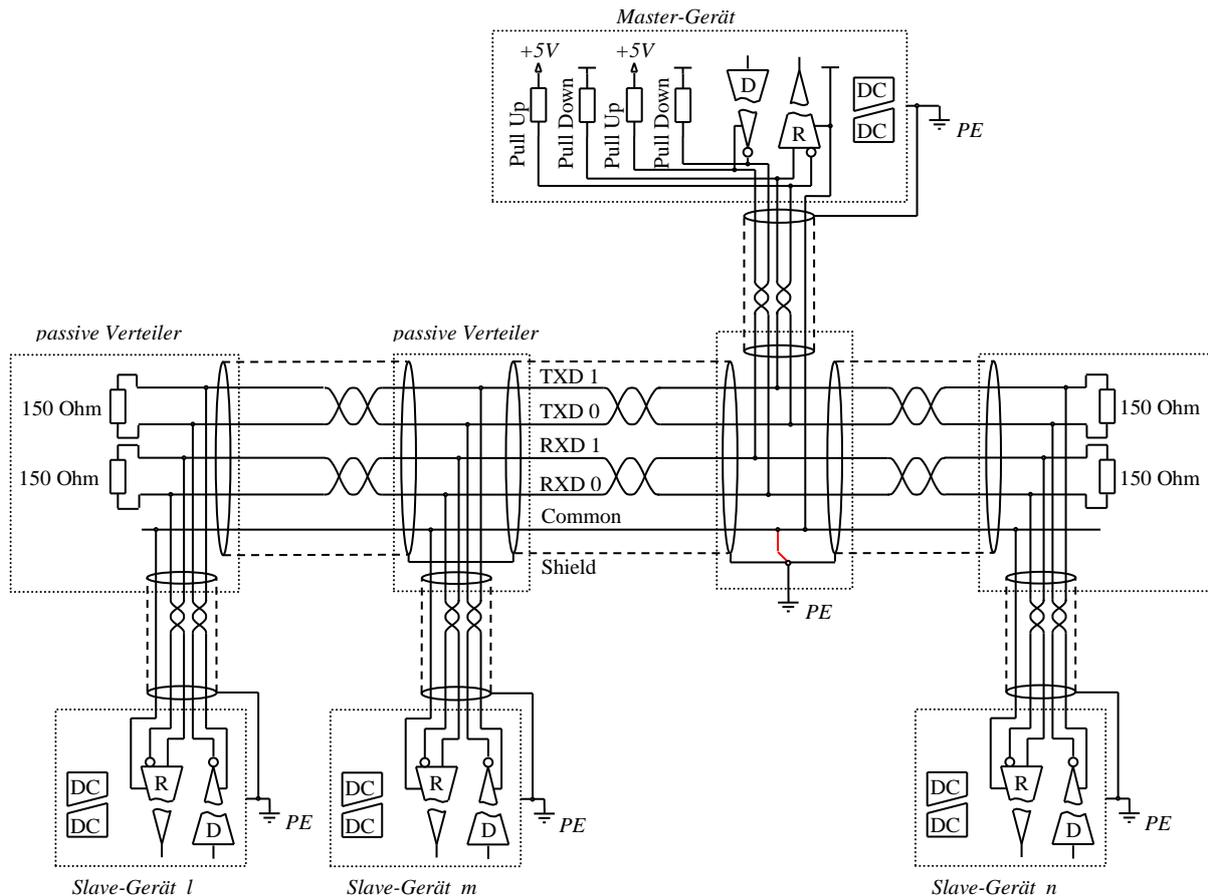
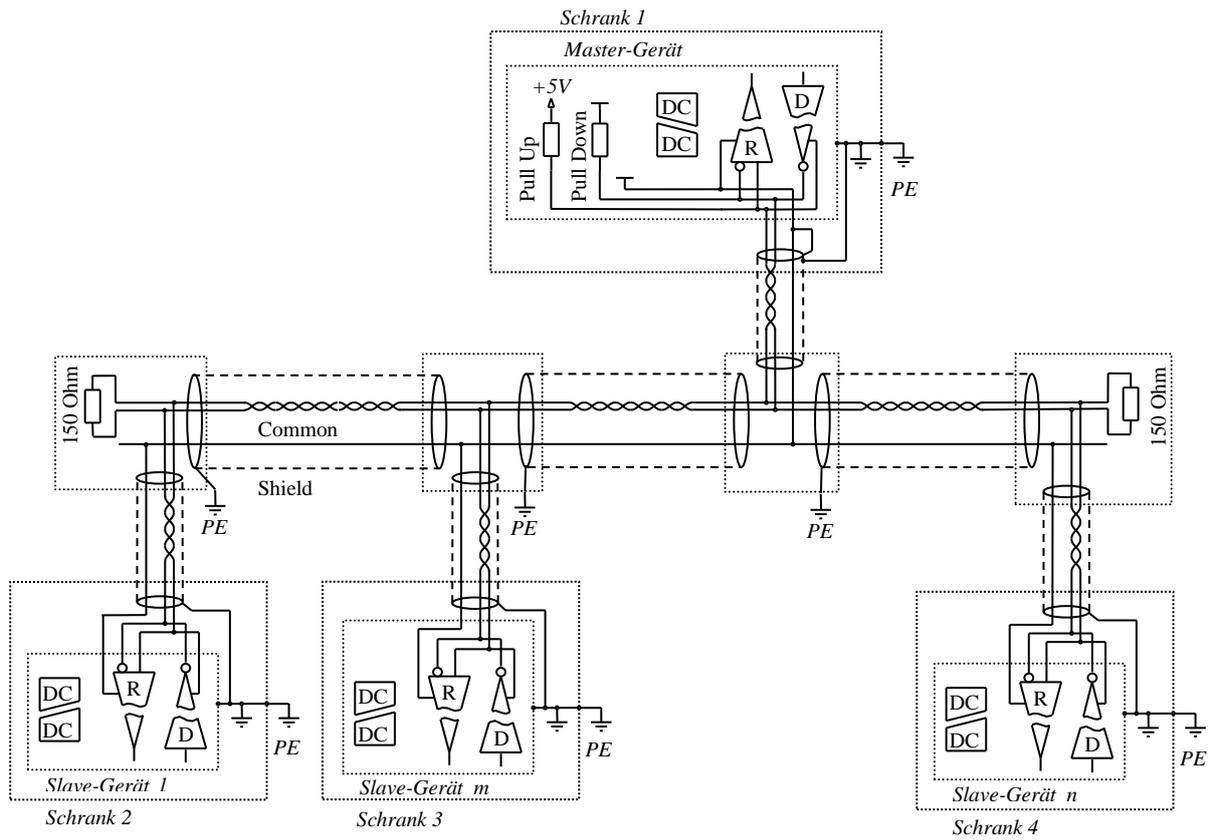
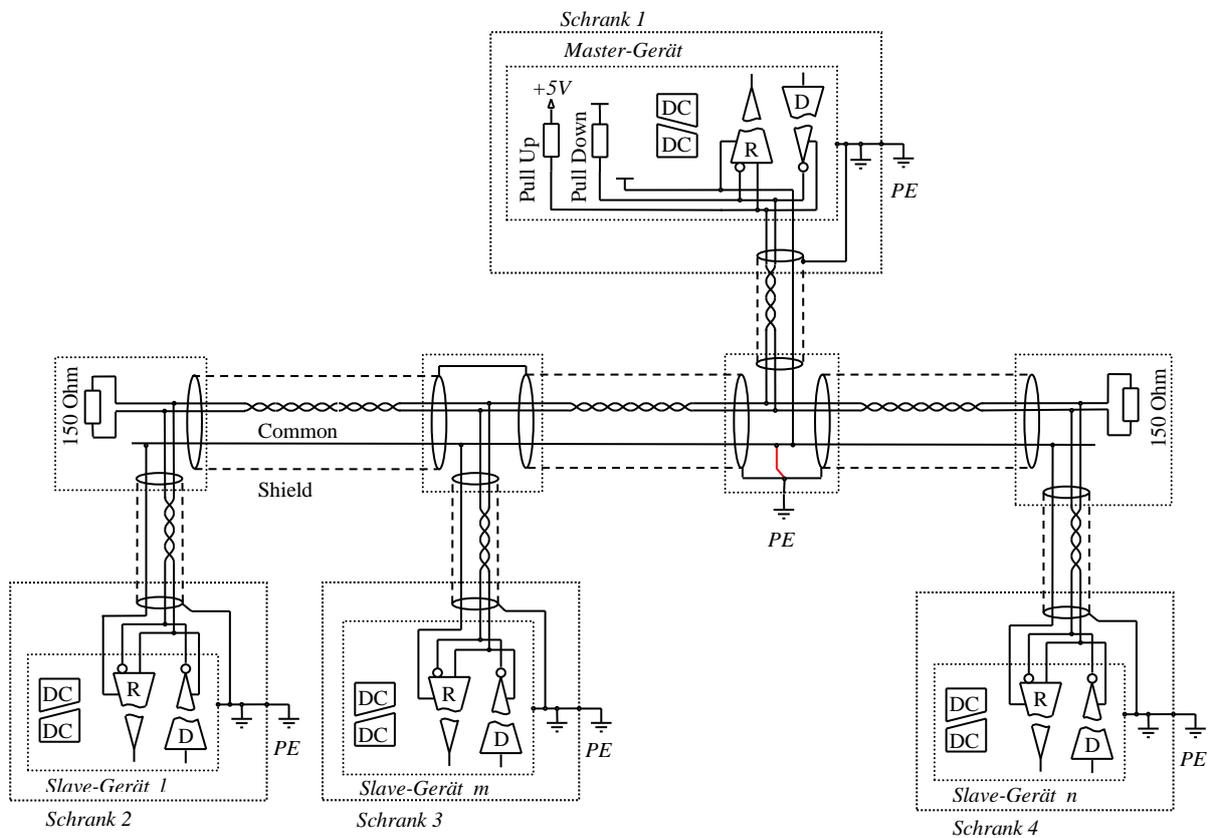
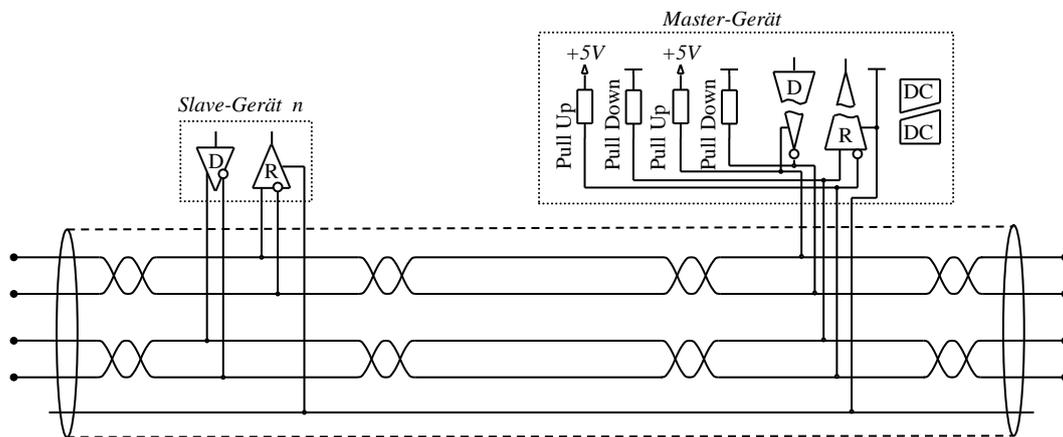

Abbildung 5: Signaldefinition – Vierdrahtbetrieb
Abbildung 7: Bezugspotential und Abschirmung
Abbildung 8: Bezugspotential und Abschirmung
Abbildung 10: Polarisierung der Linie im Vierdrahtbetrieb
Der exemplarische Aufbau des Busses ist aus der **Abbildung 5** zu entnehmen. In der Daisy-Chain-Struktur sind keine Abzweigkabel zu verwenden.
Die folgende Tabelle 5 definiert die Signale der **Abbildung 5**.
Der Modbus-Standard sieht vor, dass diese Leitung vorzugsweise am Master oder seinem Verteiler mit der Schutzleiter (PE – Protective Earth) zu verbinden ist. Es darf nur ein einziger Erdungspunkt vorahnden sein. Dieser Regel entsprechen die Beispiele in der **Abbildung 4**, **Abbildung 5**, **Abbildung 7** und **Abbildung 8**.
Nach dem Standard, muss die Abschirmung jedes Kabels an einem Ende mit dem Schutzleiter (PE) verbunden werden. Die Abschirmung eines Kabels ist entweder mit der Abschirmung des anderen Kabels oder an einem Ende mit der Schutzleiter (PE) zu kontaktieren. Die möglichen Varianten sind auf der **Abbildung 4**, **Abbildung 5**, **Abbildung 7** und **Abbildung 8** gezeigt.
Diesen Regeln entsprechen die Beispiele in der **Abbildung 4**, **Abbildung 5** und **Abbildung 8**.
Vorzugsweise ist die DC-Terminierung zu wählen. Diese ist sowohl in der **Abbildung 4** als auch in der **Abbildung 5** dargestellt.
- im passiven Verteiler am Ende des Busses (siehe **Abbildung 4** und **Abbildung 5**) oder
Für alle verwendeten Polarisierungswiderstände ist der gleiche Wert zu wählen, der im Bereich von 450 Ohm bis 650 Ohm liegen kann. Die Polarisierung braucht eine Versorgung von 5 V D.C. Der Aufbau der Polarisierung ist in der **Abbildung 10** detailliert dargestellt sowie in der **Abbildung 4** und der **Abbildung 5** skizziert.